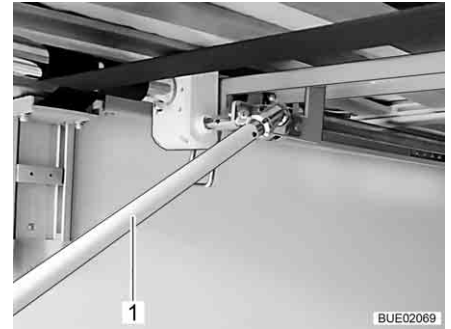

Bild 122 Kurbel in Heckgarage
- Um das Bett anzuheben: Kurbel (Bild 122,1) im Uhrzeigersinn drehen.
Um das Bett abzusenken: Kurbel (Bild 122,1) entgegen dem Uhrzeigersinn drehen.